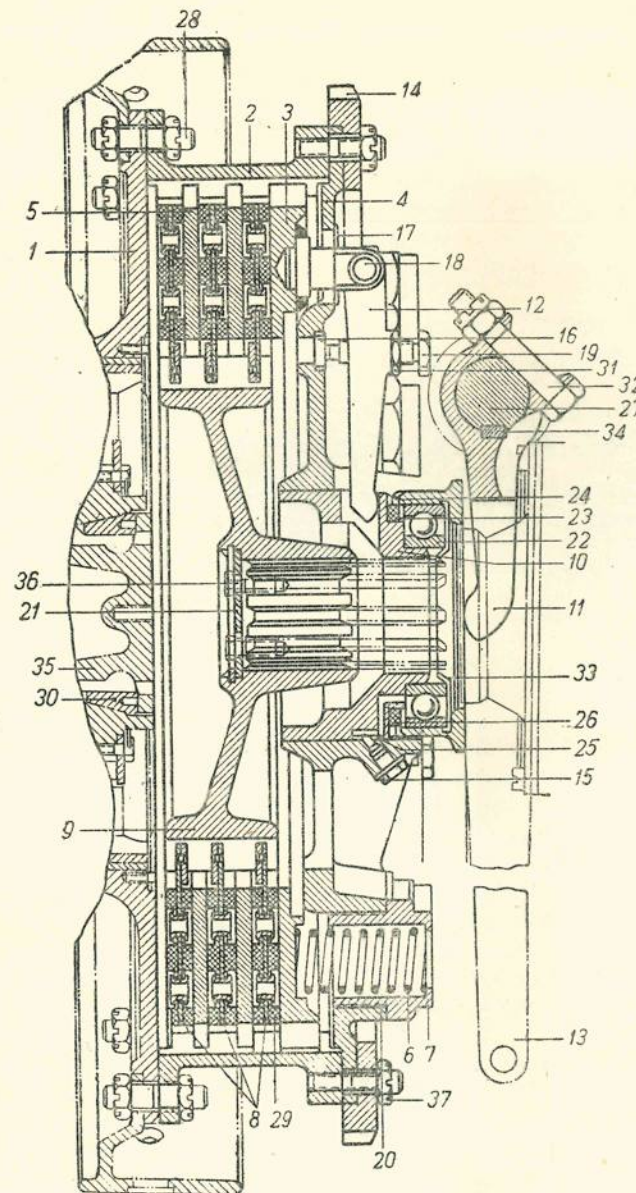

Рис. 20. Главный фрикцион:
(рис. 20—32)
(рис. 20 и 21)
(рис. 20)
Диск вентилятора передает вращение через ведущие и ведомые детали главного фрикциона ведущему валу коробки перемены передач. Передача вращения происходит под действием пружин 6 (рис. 20), сжимающих ведущие и ведомые диски, между поверхностями которых возникает достаточная сила трения. Для выключения фрикциона необходимо нажать ногой педаль 1 (рис. 21) до упора в винт 5, усилие через тяги 7 и 8 передается рычагу выключения 13 (рис. 20), который перемещается и поворачивает вал 27 и вилку 11. Вилка перемещает выжимную муфту 10 вперед и увлекает за собой концы рычагов выключения 13, которые, упираясь в регулировочные винты 19 в сухари 16, отводят нажимной диск.
2. Изменяя длину тяг стяжными регулировочными муфтами 9 и 11, установить торец выжимной муфты 10 (рис. 20) на расстоянии 25—28 мм от торца ступицы опорного диска 4.